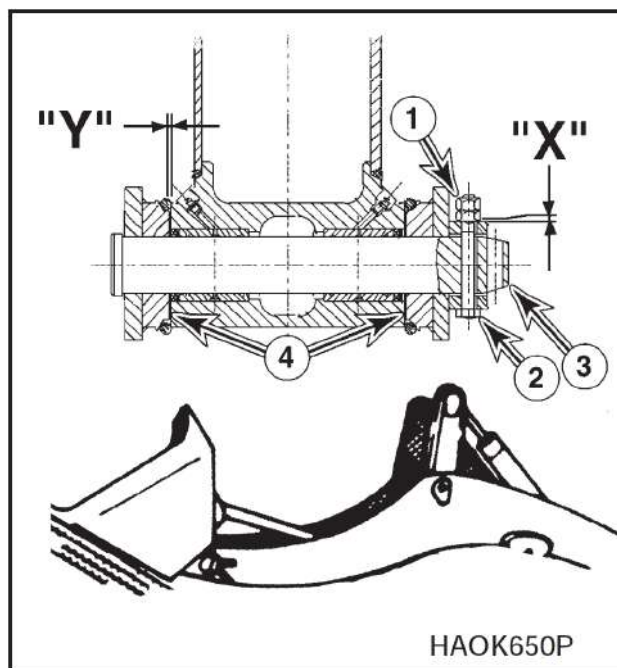

Рис. 11
2. После того, как уплотнительное кольцо установлено, следует нажать на ковш с одной стороны, чтобы проверить зазор между другим краем и серьгой ковша. Суммарный зазор между внутренним приливом ковша и торцом втулки (Y, рис. 11) должен составлять 1 мм. При более плотной натяжке (менее 1 мм) возникает сильный износ; при более слабой натяжке возник большой шум и ковш будет провисать.
4. Если потребуется регулировка, нужно снять с пальца (3) заднюю крышку (1, рис. 11) и болт (2), а затем снять или добавить прокладку (4). То же самое нужно сделать и с другой стороны. Вставьте болт (2) и гайку (1). В точке "X" между гайкой и втулкой должен быть зазор в 1 - 2 мм.